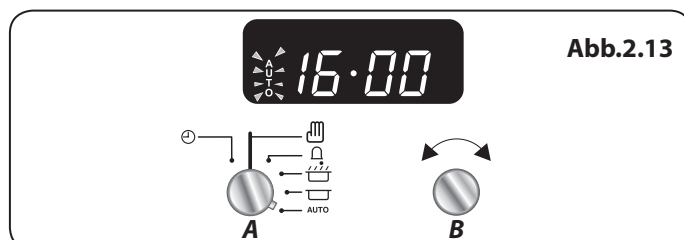

Abb.2.13
6. Sobald das Programm den Ofen startet, erscheint das Kochsymbol auf dem Display. Wenn die vorgegebene Zeit abgelaufen ist, ertönt ein Signalton und der Multifunktionsherd schaltet sich ab. Das Kochsymbol auf dem Display verschwindet und die „AUTO“-Anzeige blinkt (**Abb.2.13**).